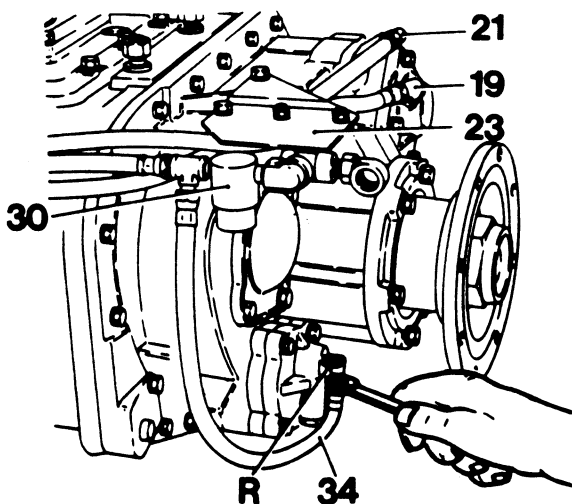

Fig. 3
- Neem de montagesteun 23 (Fig. 3) met de drukregelaar en het luchtfilter los.